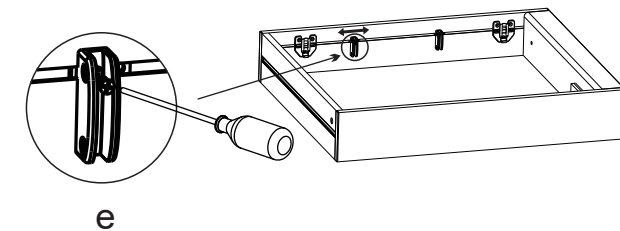

Fig.14
4.3.Draai de bevestigingsschroef (e) los en pas de positie van de plank aan glas, afb. 14